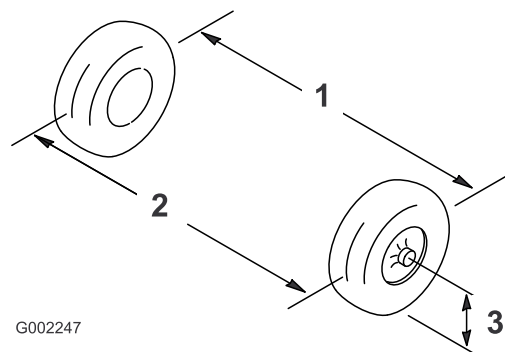

Рисунок 98
2. Измерьте расстояние между обеими передними шинами на уровне моста, с передней и задней стороны передних шин (Рисунок 98).